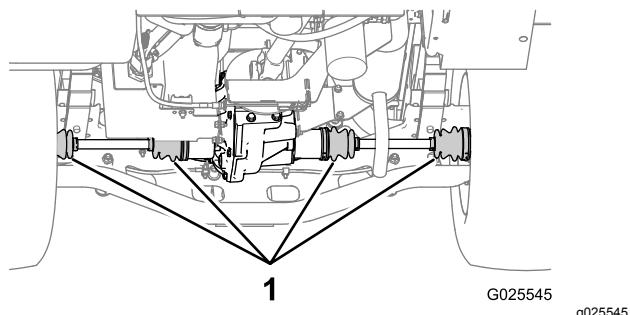

Figura 66
- Compruebe las juntas homocinéticas de los ejes traseros en busca de daños o fugas de lubricante (Figura 66).